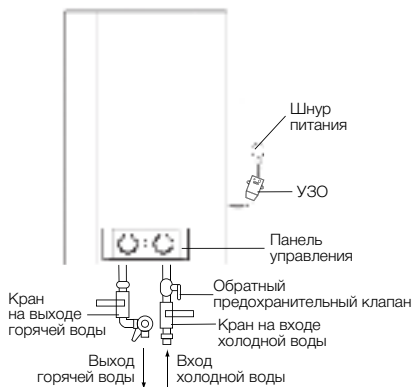

Рис. 12. Formax
- Предохранительный клапан следует устанавливать в месте входа воды (см. рис. 12 и 13).